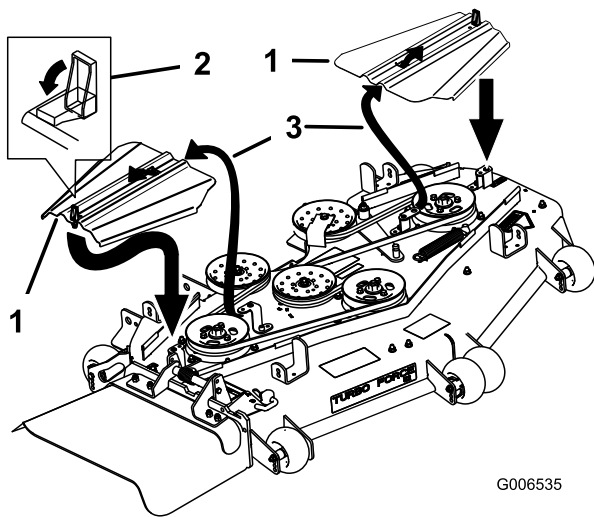

Figura 61
12. Instale las cubiertas de las correas deslizando la cubierta sobre la pestaña, instale los pernos y cierre los enganches (Figura 61).